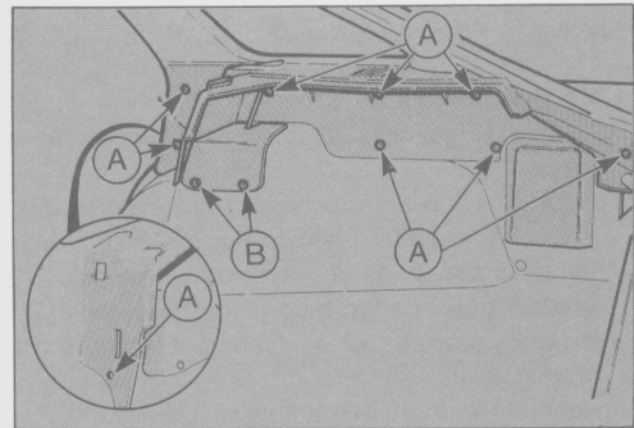

Fig. 11 - Montaje del soporte de la bandeja portapaquetes.
- Retirar el soporte de la bandeja portapaquetes (Fig. 11).